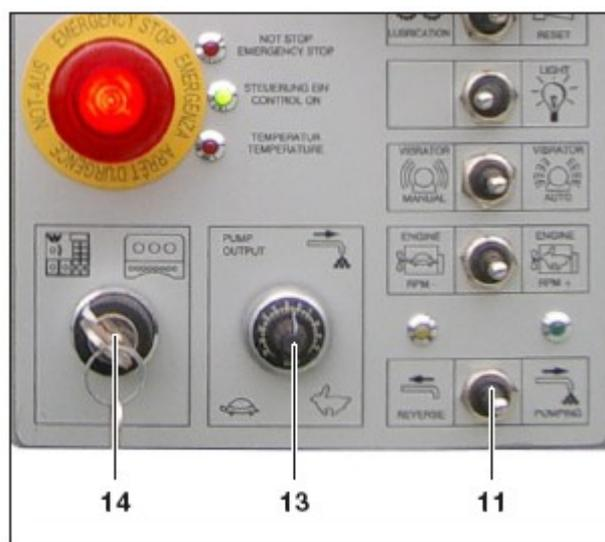

Рис. 7.6 Выбор режима работы
- Поворотный выключатель 14 (рисунок 7.6) поворачивают в положение «Блок управления».
- Каждый рычаг управления отвечает за соответствующее плечо мачты, плечо мачты А (8), плечо мачты В (7), плечо мачты С (6) или плечо мачты D (5). Рычаг управления двигают в соответствующем направлении.
- Поворотный выключатель 14 режимов работы (рисунок. 7.6) переводят в положение «Дистанционное управление».
- Скорость мачты регулируется переключателем «50 %/100 %» (10), 50% - при работающем насосе, 100% - при складывании, раскладывании.